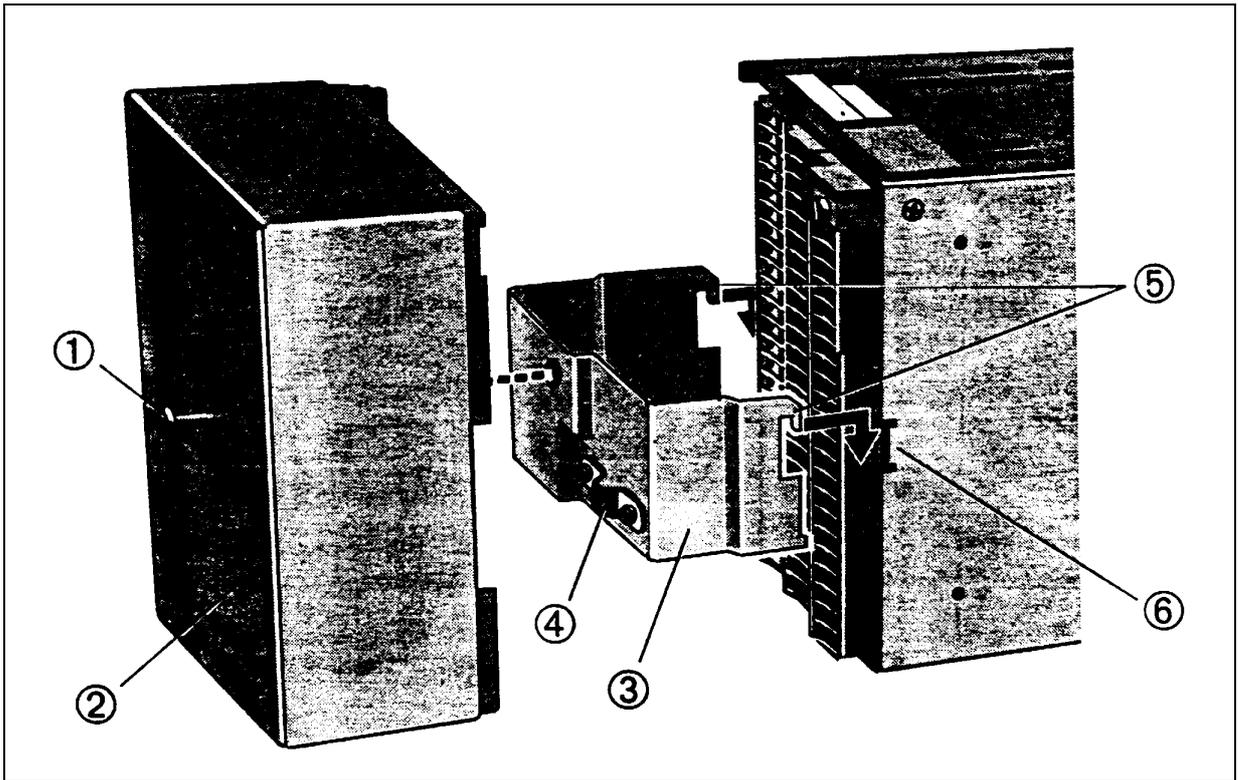

Bild 2-5 Entfernen der Klemmenabdeckung
Siehe hierzu Bild 2-5. Halten Sie das Gehäuse aufrecht, schrauben Sie die Befestigungsschraube ① ab und entfernen Sie die Abdeckung ② von Klammer ③ und Kabelklemme ④. Heben Sie die Klammer an, um die Haken ⑤ zu entriegeln. Setzen Sie die Klammer nach beendeter Verdrahtung wieder so auf, daß die Haken korrekt einrasten und bringen Sie die Klemmenabdeckung an.